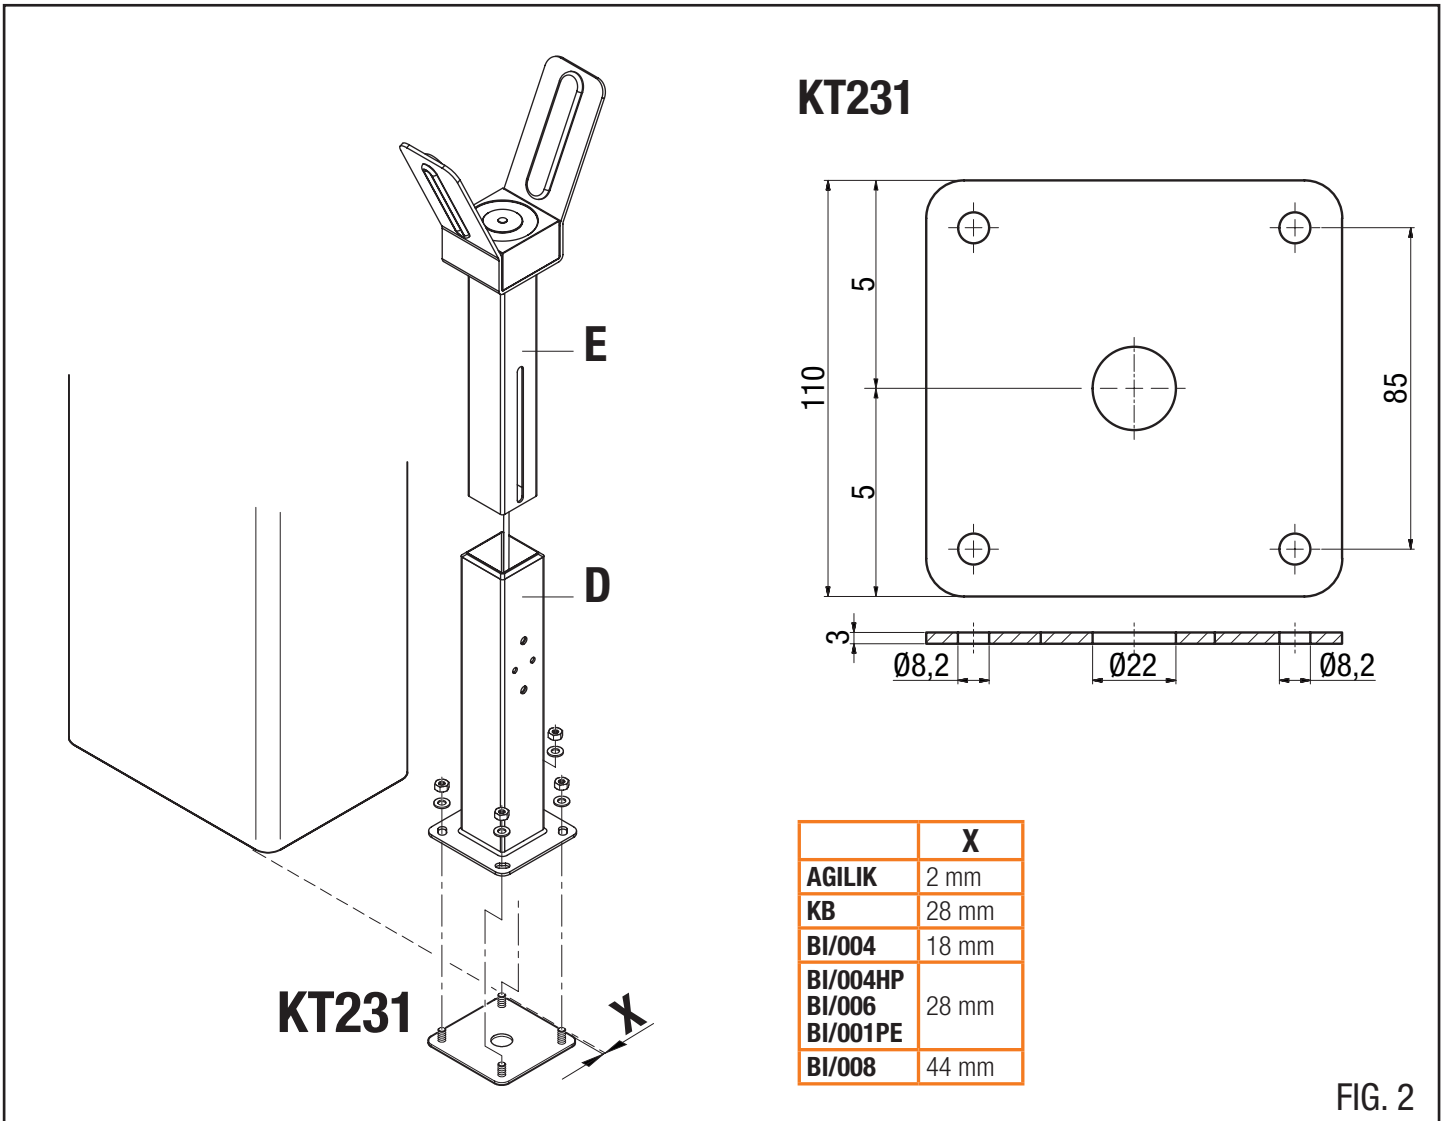

FIG. 2
7. Fissare l'appoggio fisso [D] sulla piastra di base KT231 (fig. 2).
7. Fix the fixed end rest [D] to the KT231 base plate (fig.2).
7. Die feste Auflage [D] an der Grundplatte KT231 befestigen (Abb. 2).
7. Fixer l'appui fixe [D] sur la plaque de base KT231 (fig. 2).
7. Fijar el apoyo fijo [D] en la placa de base KT231 (fig. 2).
7. Fixe o suporte fixo [D] na chapa de base KT231 (fig. 2).